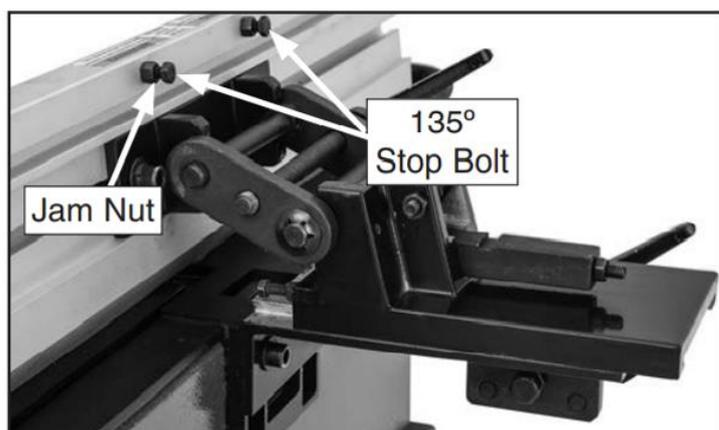

Рисунок 31. Деталь упора для ограждения под углом 135°.
5. Прижав наружный стопорный болт к кронштейну параллельного упора, отрегулируйте длину стопорного болта до тех пор, пока параллельный упор не окажется под углом 45°, затем затяните контргайку (см. рисунок 31).